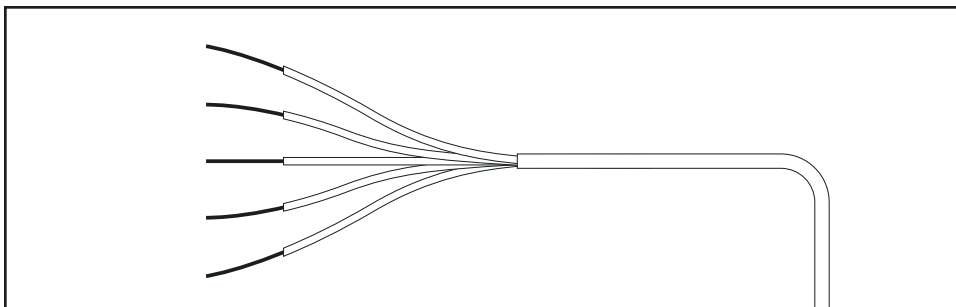

Abbildung 4: Regner-Leitungsdraht (mit abisolierter Außen- und Innenisolation)
Schritt 3. Nehmen Sie das Regner-Leitungskabel und entfernen Sie etwa 10-12 cm der Außenisolation. (Achten Sie beim Abisolieren darauf, dass Sie die einzelnen Adern nicht einschneiden.) Als nächstes isolieren Sie von den einzelnen Adern etwa 2,2-2,5 cm ab. [Siehe Abbildung 4]